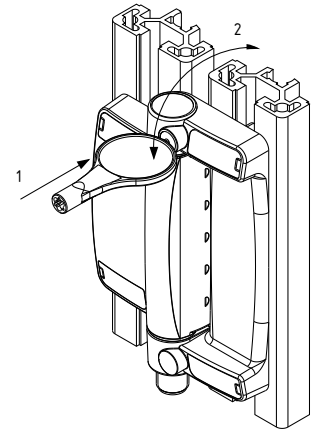

Fig. 7
4. Après le réglage et la vérification de l'angle de commutation, le bouchon obturateur situé à l'arrière de l'outil de réglage, doit être enfoncé dans l'ouverture de réglage (1) et détaché de l'outil par des mouvements latéraux (2) (Fig. 7).